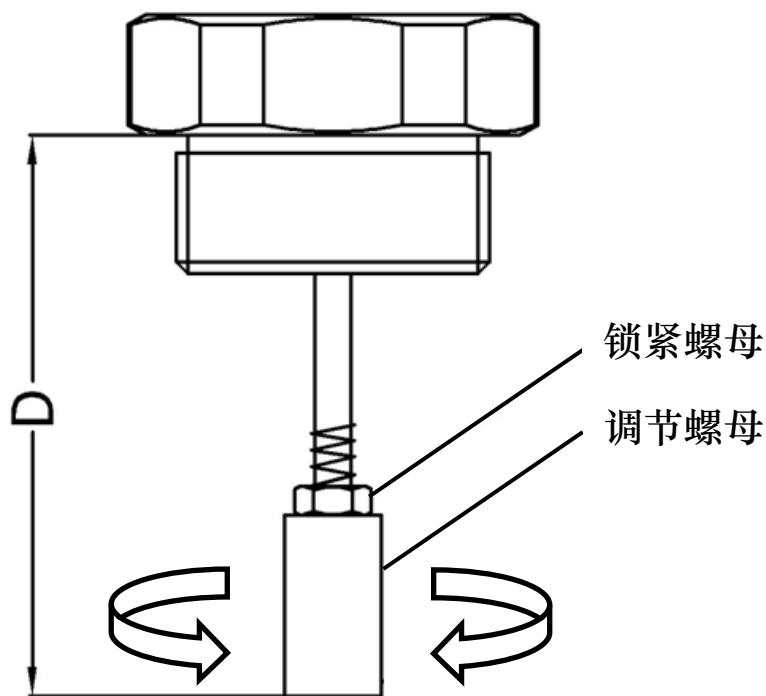

图39. 调节 D 值
- 调节位移传感器的调节螺母，然后在位移传感器完全松开状态下用深度尺测量 D 值（图 39 中标注所示）。计算压缩量 $L1 = D - C1$ ， $L2 = D - C2$ 。建议尽可能使 L1 和 L2 的值在下表所示的参考范围内。如果 L1 或 L2 的值无法满足在下表所示的参考范围内，则可根据实际情况调节 D 值。